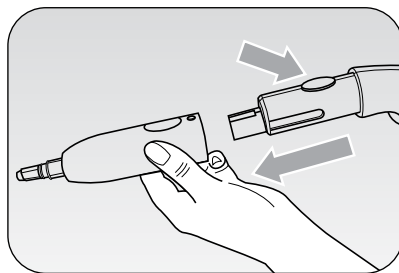

Fig. 2
Monte na pistola (C) o acessório desejado (ver parágrafo “ACESSÓRIOS”), encaixando-o até ao bloqueio, carregando ao mesmo tempo no dispositivo de bloqueio/desbloqueio superior na pistola (Fig. 2).
Este acessório, a montar no adaptador (12), ajuda a remover as incrustações mais resistentes como aquelas que se formam nos fogões, nos fornos e nas juntas dos azulejos. Pode ser utilizada para a limpeza de sanitários, lavatórios, grelhadores, duchas ou banheiras, eliminando todo sinal de calcário (Fig. 2).